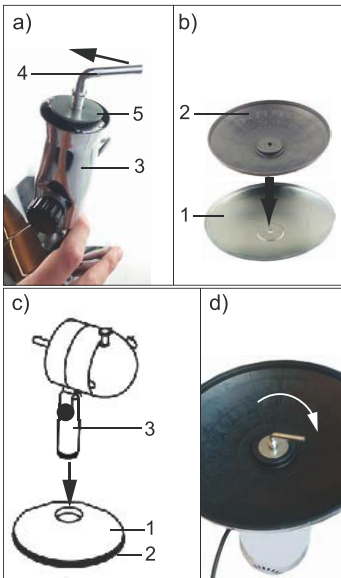

Fig.71: Montaż podstawy
1. Poluzować śrubę montażową „L” (4) znajdującą się w cokole.
2. Odkręcić ją w kierunku przeciwnym do ruchu wskazówek zegara. Rys. 71 a).
3. Zdjąć podkładkę (5) z cokołu (3).
5. Osadzić cokół na podstawie. Rys. 71 c). *Cokół musi znaleźć się w przeznaczonym do tego celu zagłębieniu.*
9. Dokręcić śrubę montażową „L” zgodnie z ruchem wskazówek zegara. Rys. 71 d).